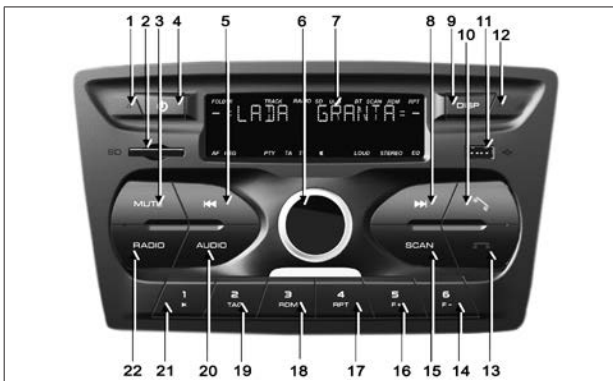

Рис. 2. Органы управления радиоприёмника
1.2.1 Описание органов управления, обозначенных цифрами на рис. 2, приведено в таблице 1.
1.5.1 Для установки USB-флеш-накопителя, вставьте его в слот для USB Flash Drive (рис. 2, поз. **11**).
2.3.1 Регулировка громкости осуществляется вращением ручки энкодера (рис. 2, поз. **6**) вправо или влево.